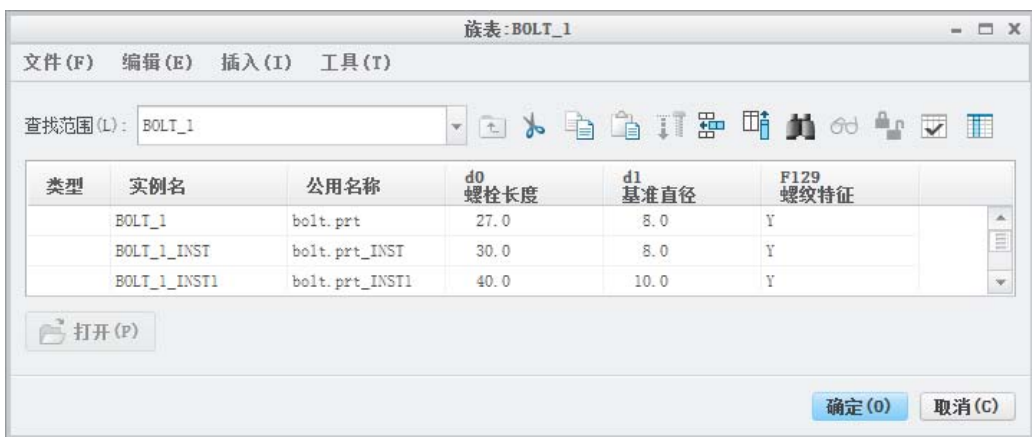

图 7.1.10 “族表 BOLT_1”对话框（二）
Step2. 在功能选项卡区域的 **工具** 选项卡中单击“族表”按钮 ，“族表 BOLT_1”对话框如图 7.1.10 所示。